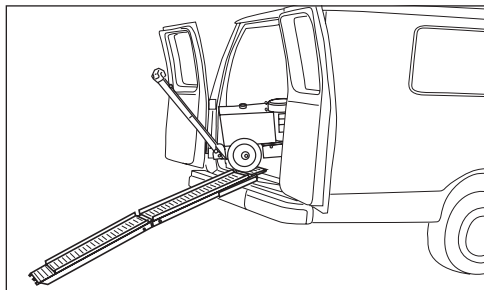

ABB. 2
2. Positionieren Sie die Maschine hinten am Fahrzeug und richten Sie sie auf die Rampe aus (Abbildung 2).